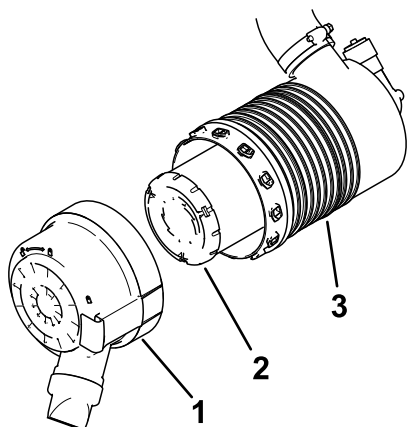

Figura 43
- Instale a cobertura do filtro de ar com a tampa de poeira orientada para baixo como em Figura 43 e prenda os trincos.